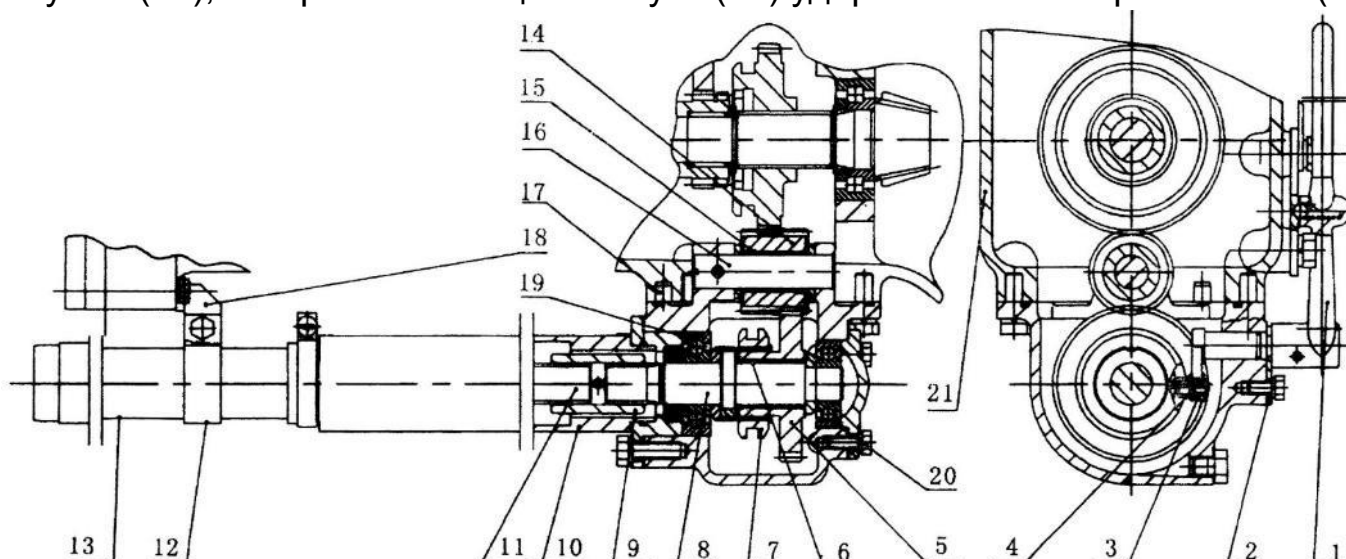

Рис. 8.2 Раздаточная коробка передач
8.2.2 Раздаточная коробка передач (см. Рис. 8.2) представляет собой механизм передачи крутящего момента от коробки передач трактора на соединительный вал привода переднего моста (11), который соединяет выходной вал раздаточной коробки (8) с ведущей вал-шестерней переднего моста.